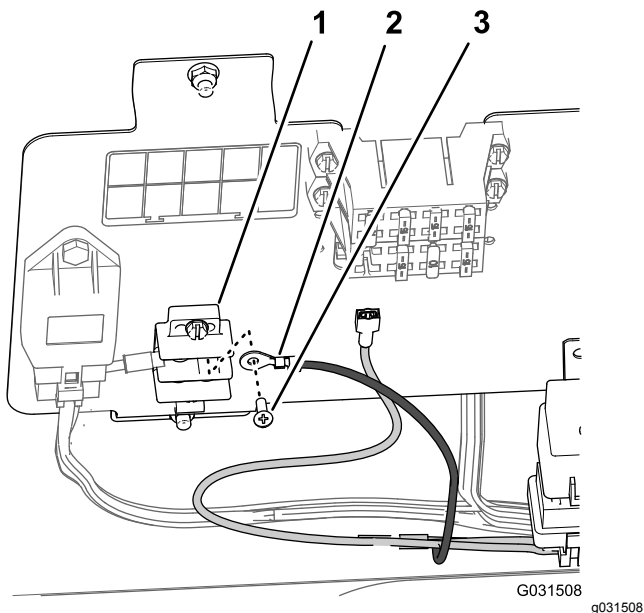

Bild 202
1. Entfernen Sie eine Schraube vom Erdungsklemmenblock (Bild 202).
2. Befestigen Sie den Kabelschuh des Kabelbaums für das Finishingkit mit der in Schritt 1 entfernten Schraube am Erdungsklemmenblock (Bild 202).